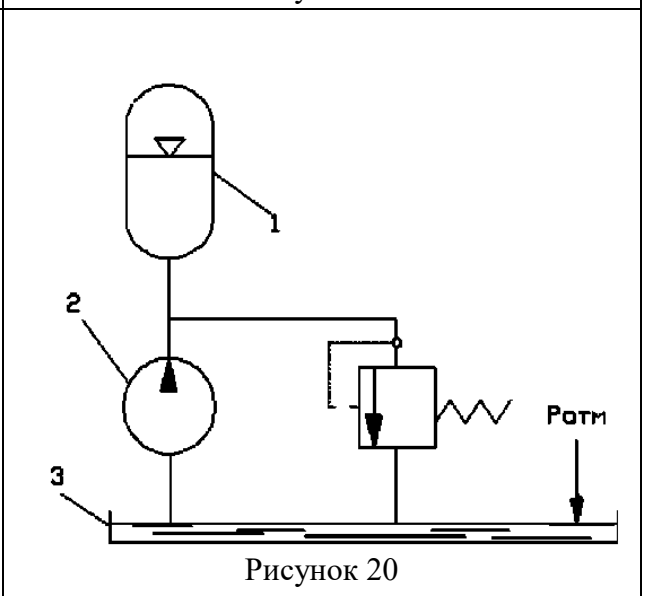

Рисунок 20
20. В процессе гидравлического испытания пневмогидроаккумулятора 1 (рис. 20) емкостью  $V = 50$  дм3 из открытого бака 3 насосом 2 подан объем  $V_1 = 50,5$  дм3 минерального масла с модулем упругости  $E = 1600$  МПа. Пренебрегая деформацией металла гидроаккумулятора и утечкой масла в гидросистеме, определить, до какой величины повысилось избыточное давление масла в гидроаккумуляторе в результате гидравлического испытания.